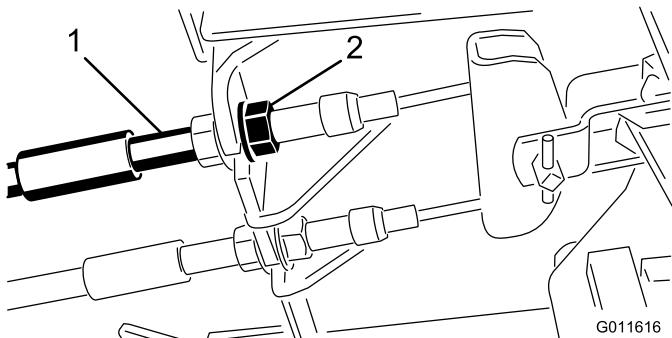

Figure 48
- Pour réduire la garde aux pédales de frein, serrez les freins en desserrant l'écrou avant sur l'extrémité filetée du câble de frein (Figure 48).